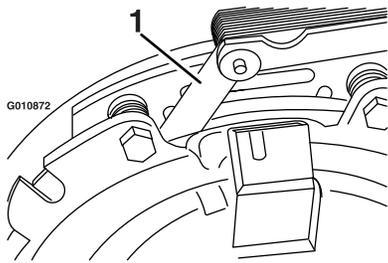
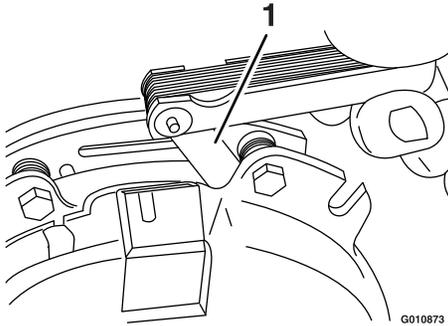

Figure 81
Figure 82
- E. A l'aide d'une jauge d'épaisseur de 0,25 mm (0,01 po), vérifiez qu'il existe un entrefer entre le rotor et la face de l'induit, de chaque côté du pôle de frein, comme montré à la Figure 81 et la Figure 82.